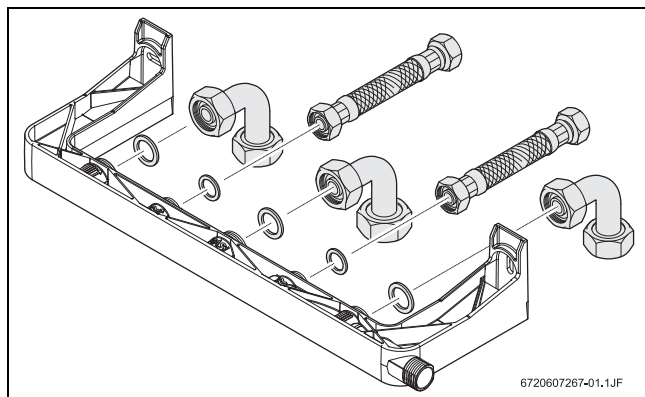

Рис. 18 Настенные подключения
- ▶ Подключить соединения к шаблону по рис. 18.